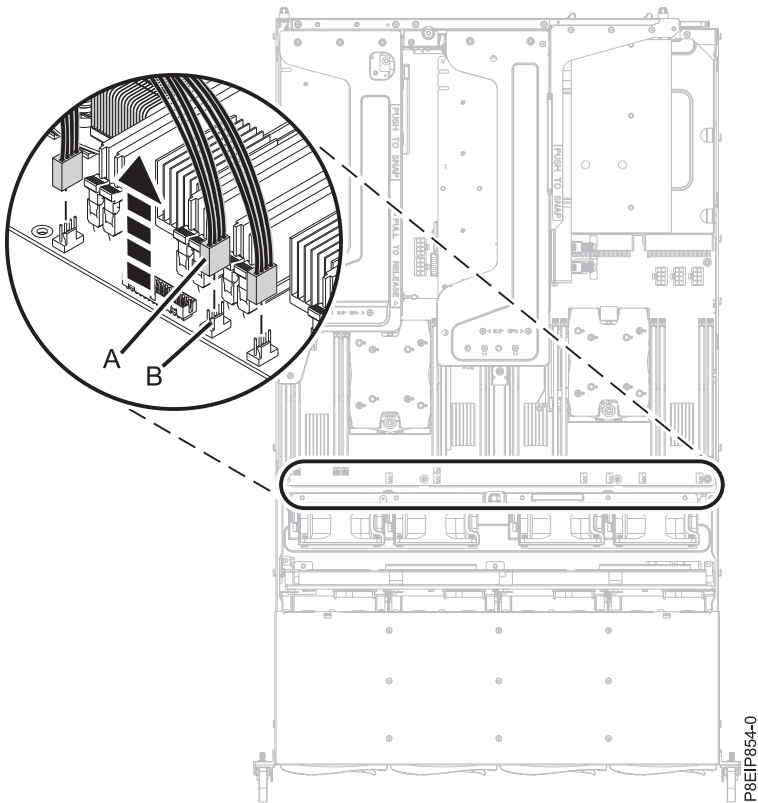

Figure 60. Déconnexion des câbles du ventilateur
4. Déconnectez les quatre câbles d'alimentation du ventilateur du fond de panier système, comme indiqué dans la figure 60, à la page 52. Enfoncez la patte du connecteur **(B)** et ôtez avec soin le connecteur **(A)** du fond de panier système. Ne tirez pas sur les fils.